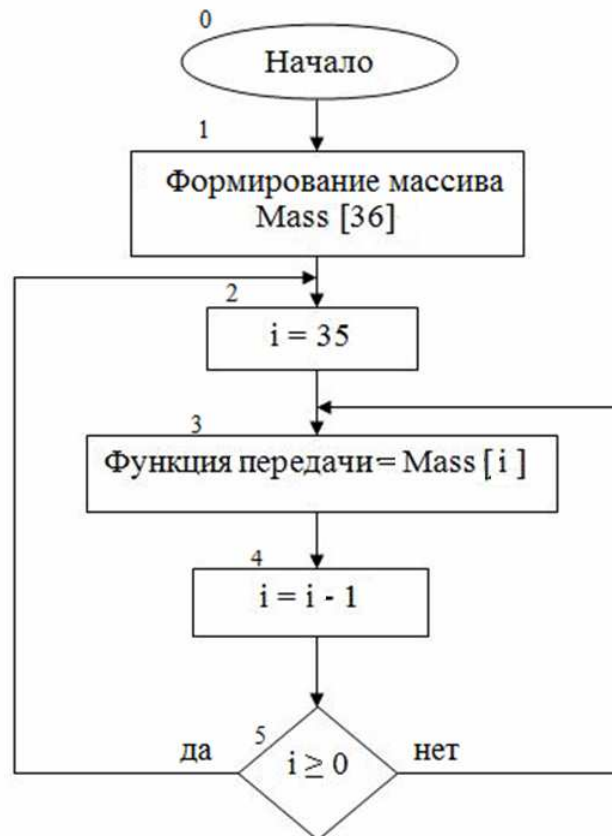

Рис. 3. Алгоритм генерирования гармонического сигнала
5. Изучите алгоритм генерирования гармонического сигнала, представленный на рис. 3.